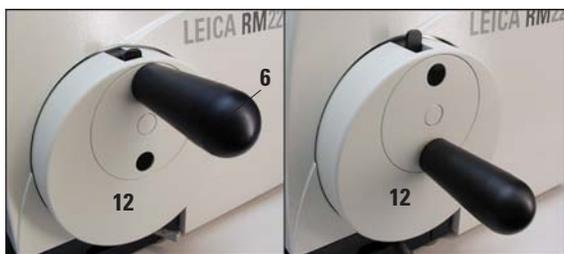

図4
- ハンドホイールをセンタリングするには、ハンドル(6)を少し外側に押し出し、ハンドホイール(12)を中央まで回します(図4)。